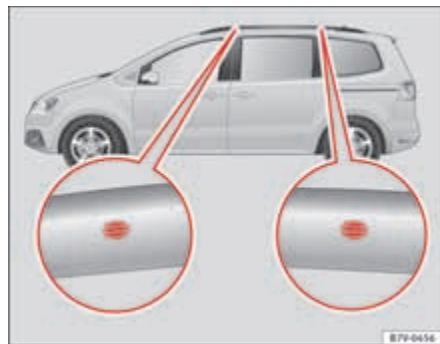

Fig. 107 Puntos de fijación de los soportes básicos y del portaequipajes del techo.
Los orificios de posicionamiento se encuentran en el lado interior de la baranda ⇒ fig. 107.
- El soporte básico debe fijarse únicamente en los puntos indicados en la ilustración ⇒ fig. 107.